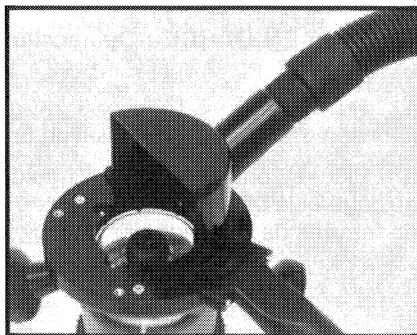

Fig. 5
2. Posez le flexible d'aspirateur de votre aspirateur (ou système de collecte de poussière) au connecteur de flexible de l'accessoire de bords (voir Fig. 5).